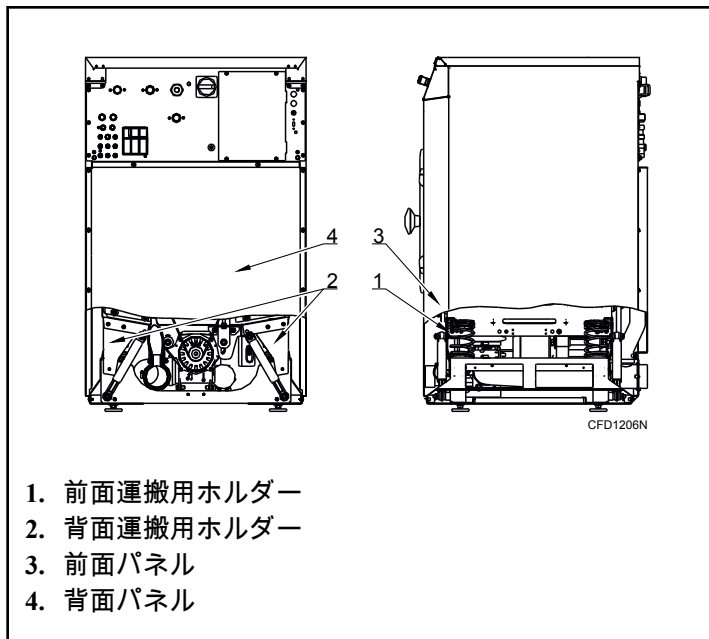

図 7
1. 前面パネルと背面パネルを取り外します。図7を参照してください。